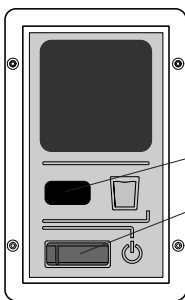

Fig. 10: Manöverpanel AD (version S)
3. Sätt på avfuktaren med huvudströmbrytaren. (**version S**, fig. 10, pos. 2)
1. Stäng av avfuktaren med start-/stoppbrytaren (fig. 9, pos. 5) och (fig.10 pos. 2).